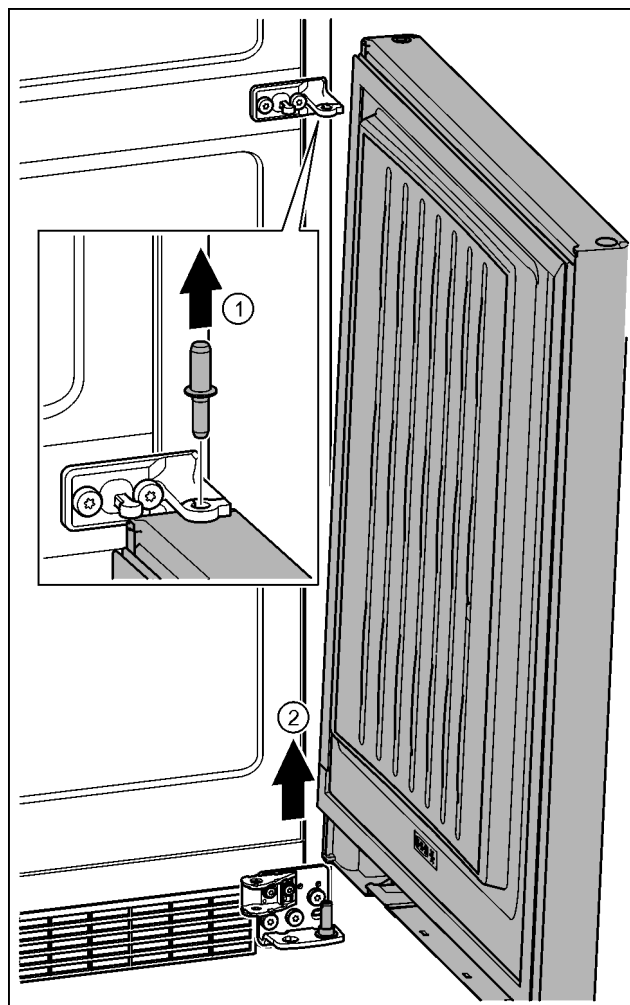

Fig. 22
- ▶ Bouten vanaf de bovenkant eruit trekken. Fig. 22 (1)
- ▶ Deur naar buiten draaien, naar boven trekken en aan de zijkant stellen. Fig. 22 (2)